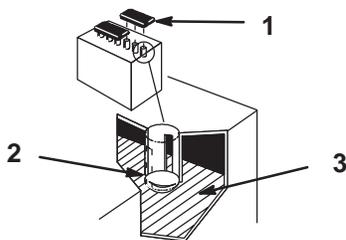

Figure 91
1. Ouvrez les couvercles et regardez à l'intérieur des éléments. Le niveau de l'électrolyte ne doit pas dépasser la partie inférieure du tube (Fig. 91). Le niveau d'électrolyte ne doit pas descendre au-dessous des plaques (Fig. 91).
2. Enlevez les bouchons de remplissage (Fig. 91).
3. Versez lentement de l'eau distillée dans chaque élément pour amener le niveau à la partie inférieure du tube (Fig. 91).